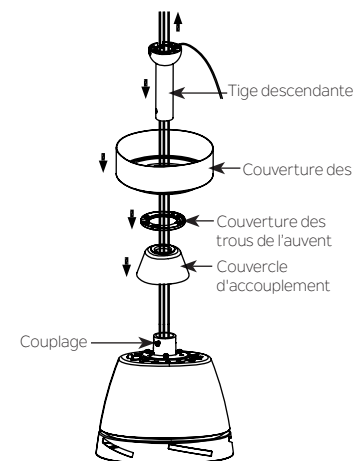

Fig. 10
Étape 5. Placez le couvercle de l'accouplement, le couvercle de l'orifice de l'auvent et l'auvent sur l'accouplement qui se trouve sur le dessus de l'ensemble du moteur. Faites passer avec précaution les fils du ventilateur de l'ensemble moteur à travers la bielle descendante, puis insérez cette dernière dans l'accouplement (Fig.10).